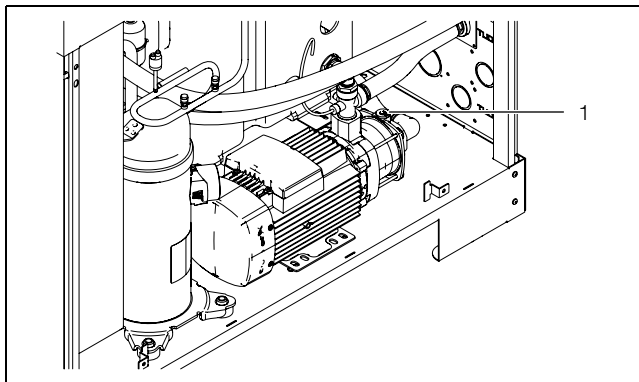

Fig. 13: Spurgare la pompa del mezzo frigorifero
- Spurgare la pompa del fluido frigorifero (quando non è in funzione) allentando la vite di sfiato (fig. 13, pos. 1).